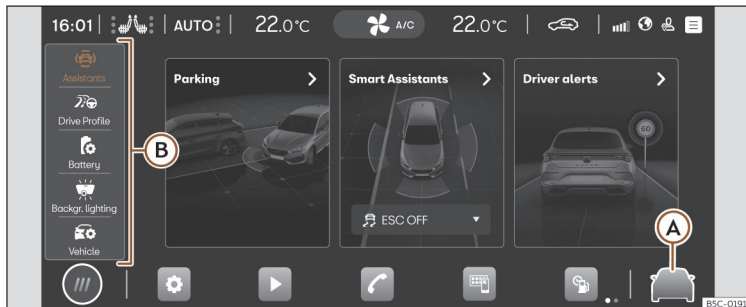

Fig. 70 Reprezentare schematică: Sistemele de asistență și setările automobilului
Apăsați >>> **fig. 70 (A)**, sau **Vehicle settings (setări automobil)** în meniul principal pentru a deschide meniul pentru sisteme de asistență și setări automobil. Apoi, clic pe oricare dintre meniurile din partea stângă **(B)**, afișează meniul de setări sau sistemele de asistență selectate pe ecran.